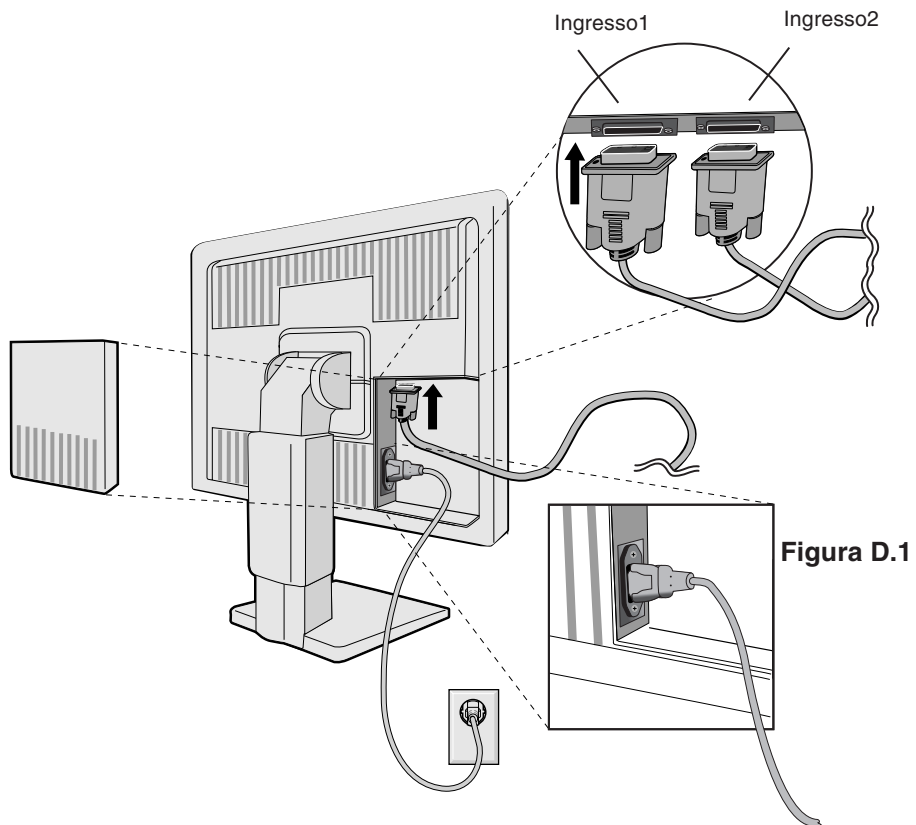

Figura C.1
3. Togliere la copertura connettore. Collegare il cavo segnali DVI al connettore sul retro del monitor. Posizionare il cavo segnali video (**Figura C.1**).